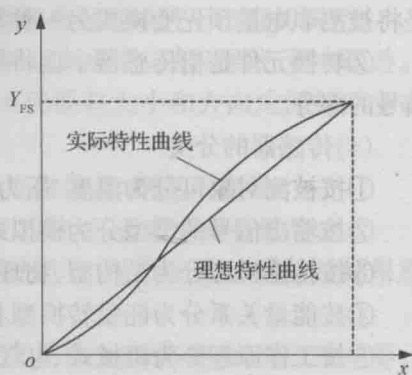

图 1-2 理想与实际的输入输出关系
b. 线性度:指传感器的输出与输入之间数量关系的线性程度。输出与输入关系可分为线性特性和非线性特性。从传感器的性能看,希望具有线性关系,即理想输入输出关系。但实际遇到的传感器大多为非线性,如图 1-2 所示。传感器的线性度是指在全量程范围内实际特性曲线与拟合直线之间的最大偏差值 $\Delta L_{\max}$ 与满量程输出值 Y_{FS} 之比。线性度也称为非线性误差,用 γ_L 表示,即